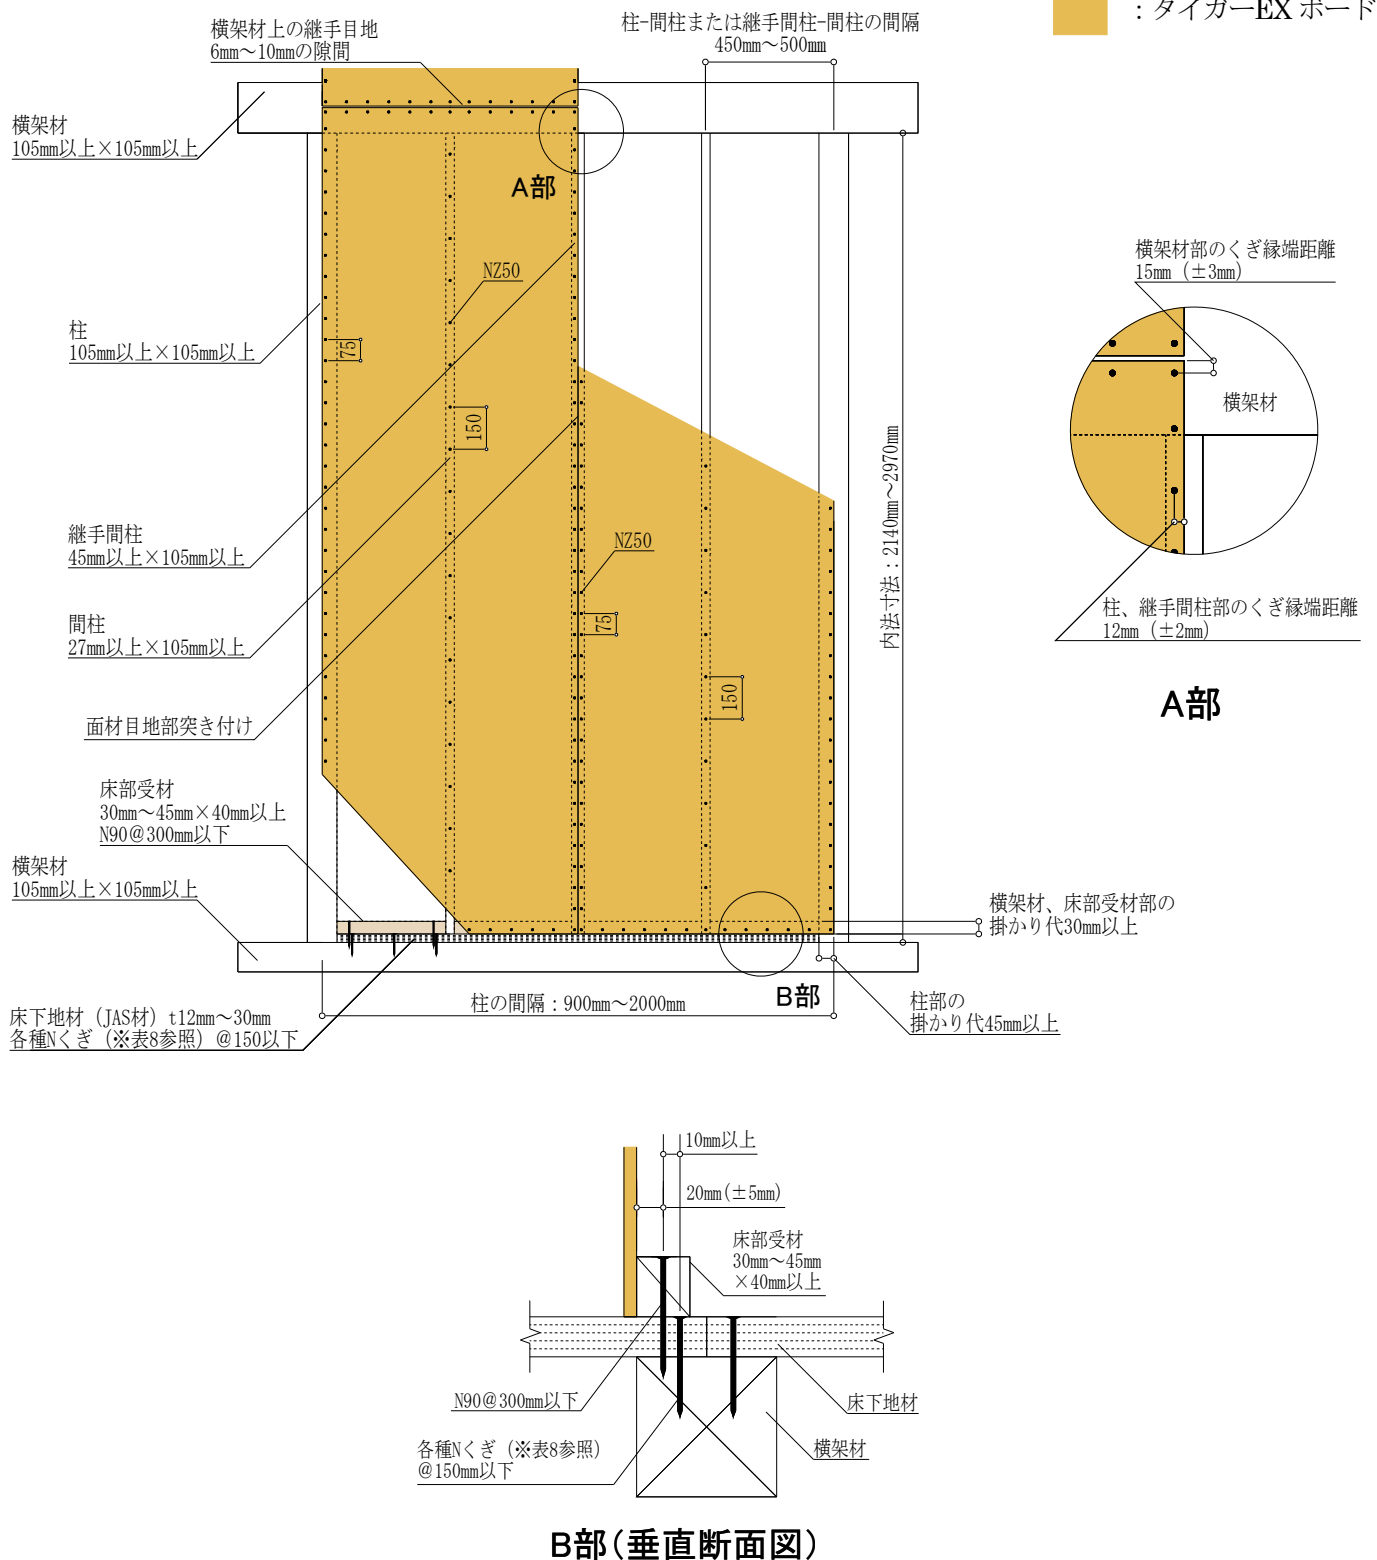

図7 床勝ち仕様 (FRM-0594 : 2.2 倍) 施工概略図 (2P の場合)
施工においては、図7および注意事項に記載の内容を遵守してください。
- ・タイガーEX ボードは、原則 1 枚張りとしします。縦継ぎ張りについては、P25「⑧縦継ぎ張りについて」をご確認ください。
- ・図 7 は 2P の施工例となっておりますが、1P の場合も耐力壁とできます。